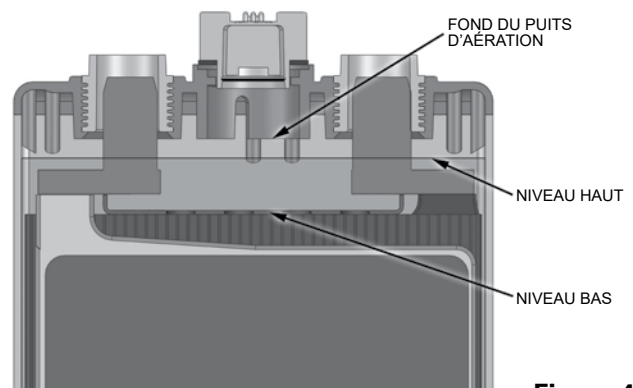

Figure 4
- Un pistolet arroseur approuvé par EnerSys est un outil pratique et précis pour faciliter l'arrosage, car il se remplit à une hauteur présélectionnée et s'éteint automatiquement. Cependant, il faut veiller à régler le pistolet arroseur de manière à ce qu'il arrose les cellules aux niveaux indiqués à la **Figure 4** de la page suivante.
- L'eau ne doit être ajoutée à la batterie que lorsqu'elle est proche de la fin de la charge et du dégagement gazeux. Comme l'électrolyte est à son niveau maximal pendant ce temps, il est certain que le niveau établi par l'ajout d'eau ne sera pas dépassé à un autre moment et qu'un débordement de l'électrolyte (inondation) ne se produira jamais. Lors de l'arrosage à proximité ou à la fin de la charge, il convient d'ajouter suffisamment d'eau pour amener le niveau de l'électrolyte entre ses limites supérieures. Voir la **Figure 4** pour plus de détails.
Figure 4 : dessin montrant les limites supérieure et inférieure admissibles du niveau d'électrolyte. Le repère de niveau haut indique le niveau correct immédiatement après la charge. Le repère de niveau bas indique qu'un arrosage est nécessaire immédiatement après le chargement. La ligne de haut niveau se trouve 1/4 po sous le fond du puits d'aération.